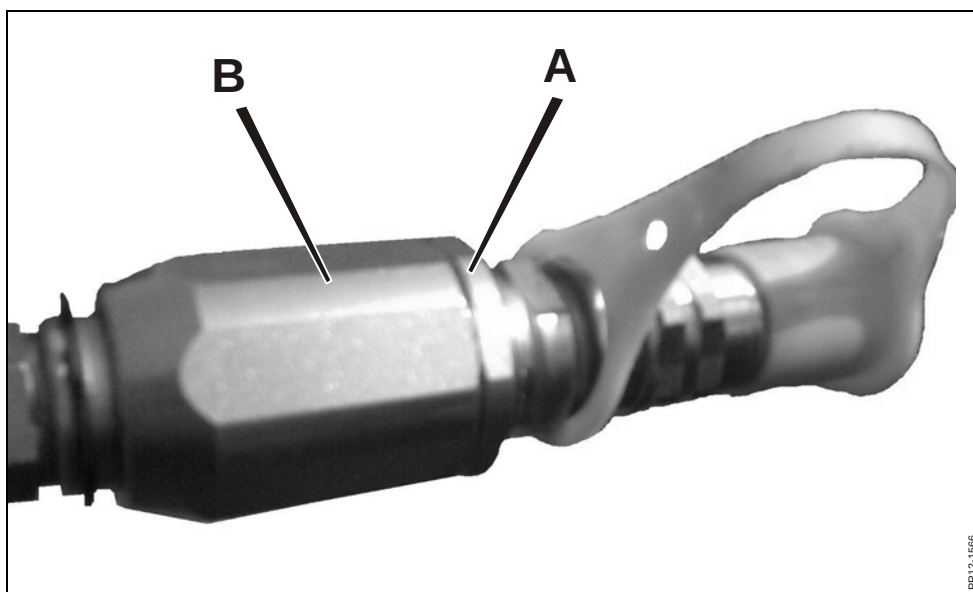

Fig. 3-10
**Fig. 3-10** Løftehastigheden på forageren (Easy Lift) kan indstilles via drosselventilen bagved hydraulikkoblingen. Hvis maskinen løftes for hurtigt eller for langsomt, kan drosselventilen justeres ved at løsne kontramøtrikken **A** og dreje indstillingsdelen **B**. Efter justeringen spændes kontramøtrikken **A** igen.